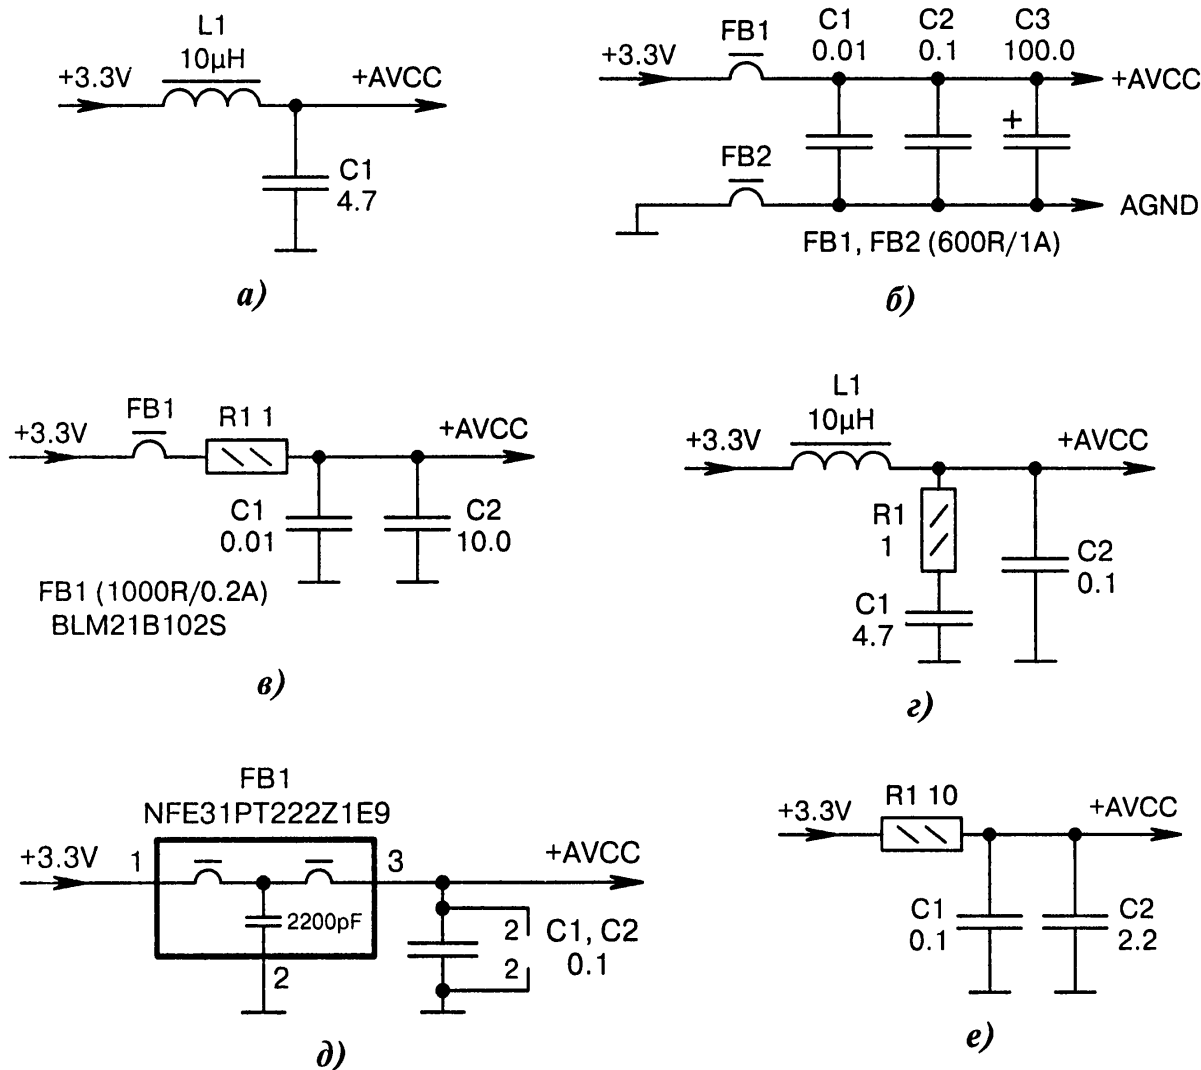

Рис. 4.14. Схемы фильтрации аналогового питания
В идеале выводы аналогового питания $AVCC$ и аналоговой «земли» $AGND$ должны иметь отдельные контакты на корпусе МК. В таком случае задача сводится к рациональной прокладке проводников на печатной плате. Если требуются дополнительные меры фильтрации, то применяют схемы, как на Рис. 4.14, а...м.
⊖ Рис. 4.14. Схемы фильтрации аналогового питания (окончание):
- и) аналогично Рис. 4.14, з, но с двумя LC -фильтрами. Варианты: $FB1 = FB2 = 150R/1A$,